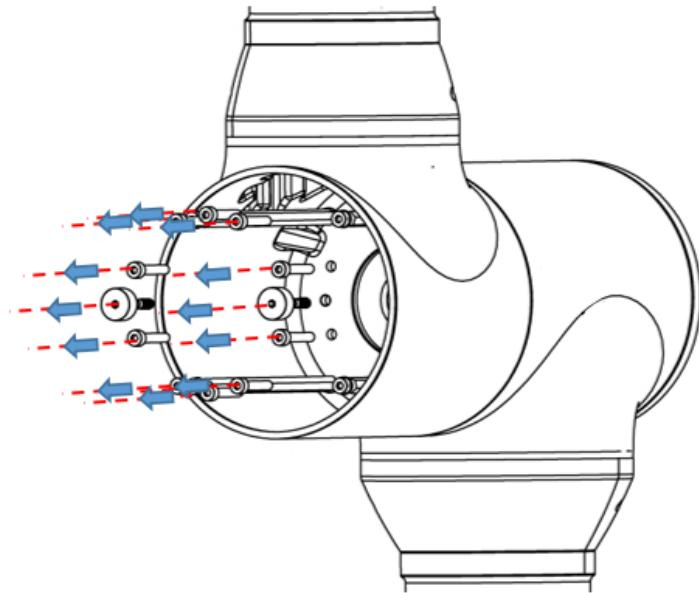

图 3-26 拆卸 J3 轴外壳螺钉
**步骤4** 使用内六角扳手拆卸 J3 轴外壳螺钉，如图 3-26 所示。